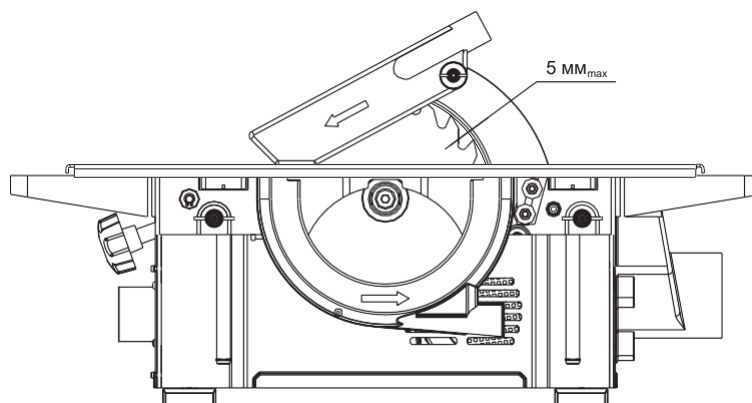

Рисунок 8. Приспособление пыльное.
- с радиальным расстоянием между расклинивающим ножом и зубчатым венцом пильного диска не более 5 мм (рис. 8), что достигается перемещением расклинивающего ножа по наклонному пазу. После установки фиксируется гайками 134.